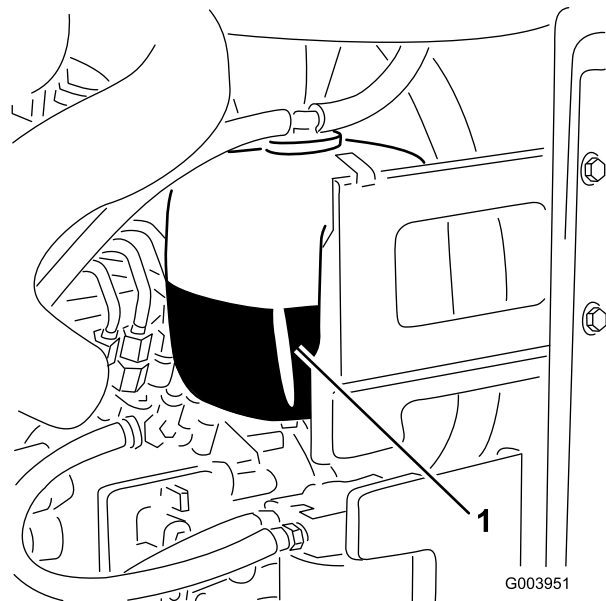

Bild 31
1. Prüfen Sie den Kühlmittelstand im Ausdehnungsgefäß (Bild 31).